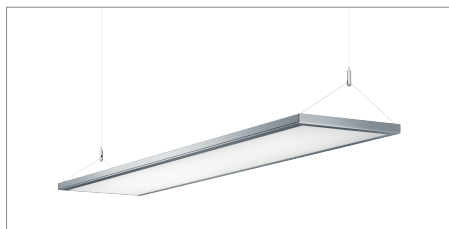

Fig. 1: Apparecchio singolo
- ▶ Avvitare al soffitto la lamiera di supporto **A** sul lato di collegamento dell'apparecchio d'illuminazione, utilizzando viti adatte, vedi Fig. 1.